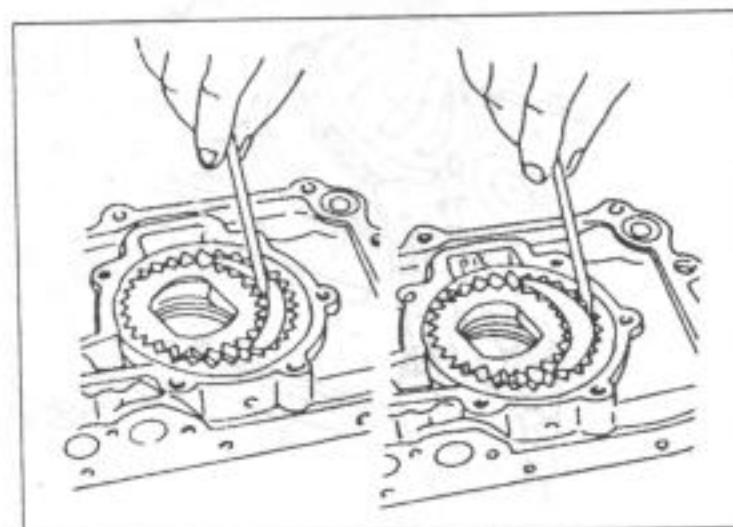

Рис. 118.
• При последующей проверке у стандартного двигателя замерять с помощью шаблона зазор между наружной шестерней и вставкой в форме полумесяца (см. рис. 118, справа). Зазор в этом месте не должен быть больше чем 0,35 мм. Такую же проверку провести на внутренней шестерне (рис. 118, слева), но в этот раз измерение проводить между внутренней шестерней и вставкой в форме полумесяца. В этом месте зазор не должен быть больше 0,40 мм. У дизельного двигателя и DOHC-двигателя шаблон вставляется, как показано на